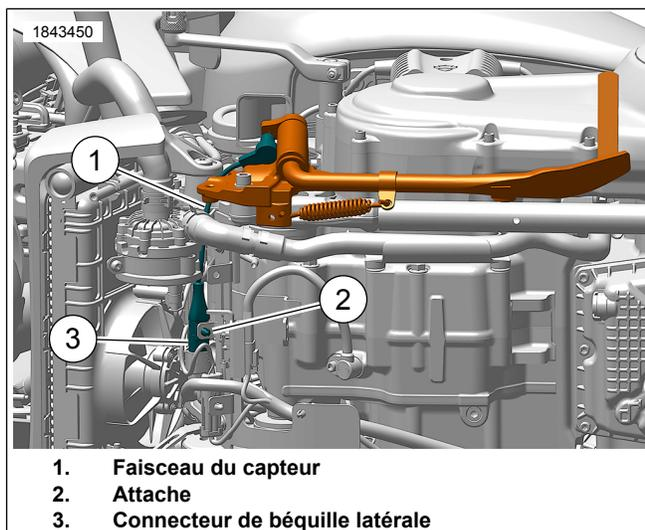

Figure 2. Installation du faisceau
3. Voir la figure 2. Acheminer le faisceau (1) jusqu'au connecteur de la béquille latérale(3).